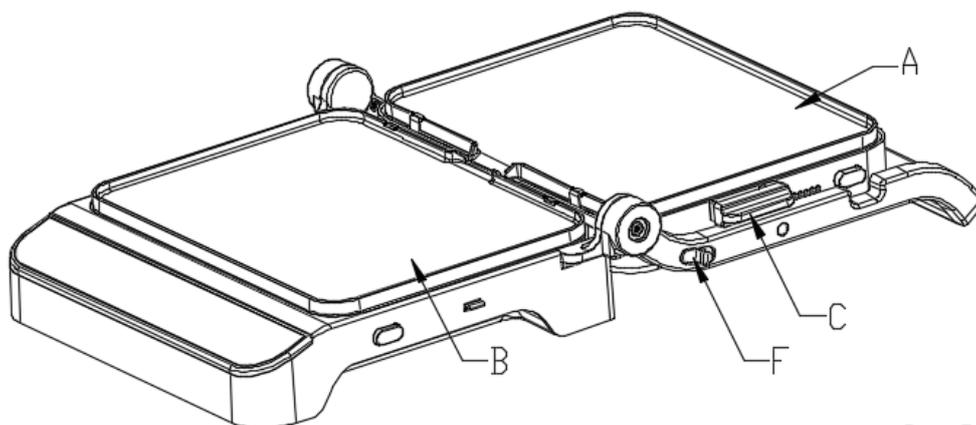

Рис. 5
3. Полностью раскрытое состояние гриля (барбекю-площадка) — состояние при котором верхняя часть «А» распаивается полностью, используя в качестве упора ручку для переноски 13 (рис. 1), при этом верхняя пластина образует с нижней угол 180° , как показано на рис. 5. Такое состояние также используется для приготовления продуктов открытым способом.
- затем потяните к центру прибора ключ разблокировки «F» (рис. 5), находящийся на правой стороне рамки ручки для переноски гриля и придерживая саму ручку, аккуратно опустите её на поверхность опоры. В результате верхняя пластина образует с нижней угол 180°, как показано на рис. 5;